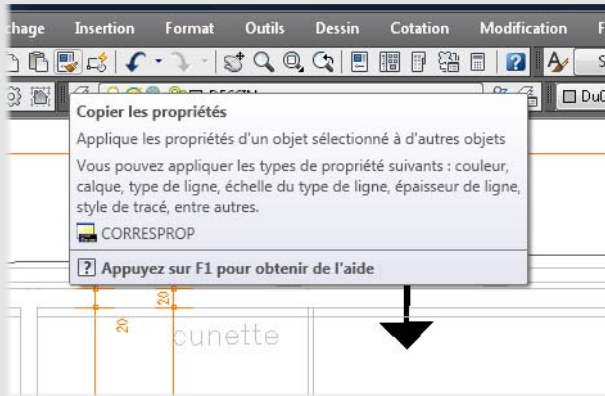

Figure 8
- Une fois la hachure obtenue, et dans le cas où elle ne correspondrait pas à toutes les propriétés voulues, on peut utiliser un outil simple et efficace, l'outil Copier les propriétés (voir Figure 8).